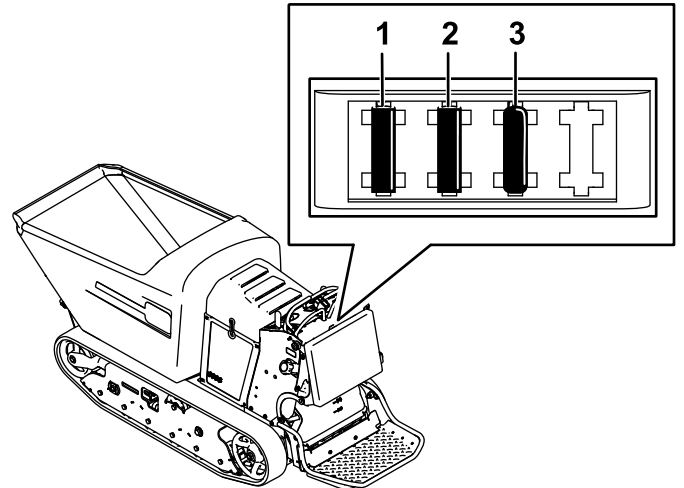

Figura 33
Nota: Asegúrese de que se haya instalado el fusible del tamaño correcto (Figura 33).
2. Tire del fusible hacia afuera para sacarlo o reemplazarlo (Figura 33).